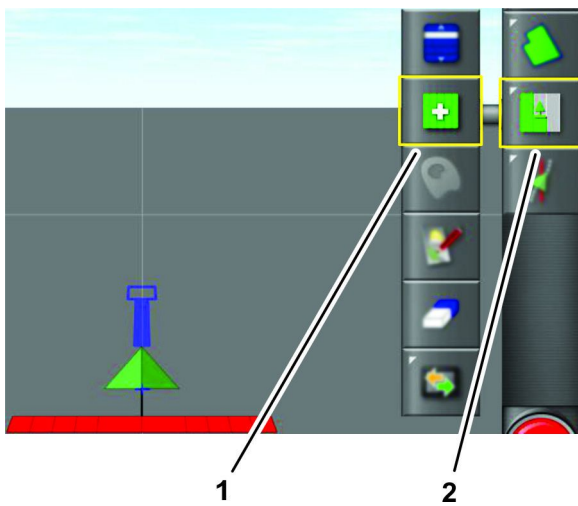

Figura 93
3. Pressione o ícone Menu de serviços (Figura 93).
4. Pressione o ícone Selecionar serviço (Figura 93).